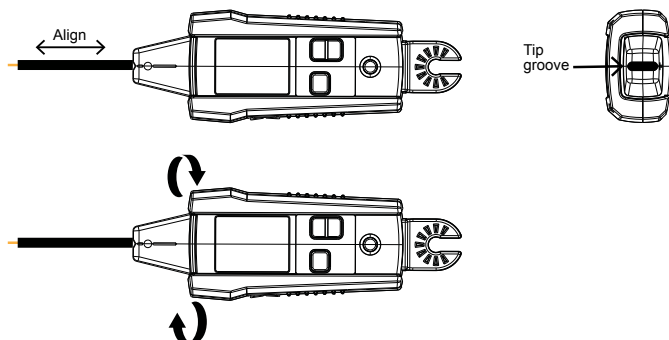

Figura 3.1e: Alineación de la ranura del Sensor de punta
3. Para obtener los mejores resultados durante la localización de los cables con tensión, alinee la ranura del Sensor de punta con la dirección del cable como se muestra en la Figura 3.1e. Puede que no se detecte la señal si no coincide correctamente. Para comprobar la dirección del cable, gire sucesivamente el Receptor 90 grados. La intensidad de la señal será mayor cuando el cable coincida con la ranura del Sensor de punta. Dependiendo de la señal detectada, el Receptor cambia automáticamente al modo Con tensión ⚡ o Sin tensión ⚡, y muestra esta información en la pantalla LCD. No se requiere configuración manual.